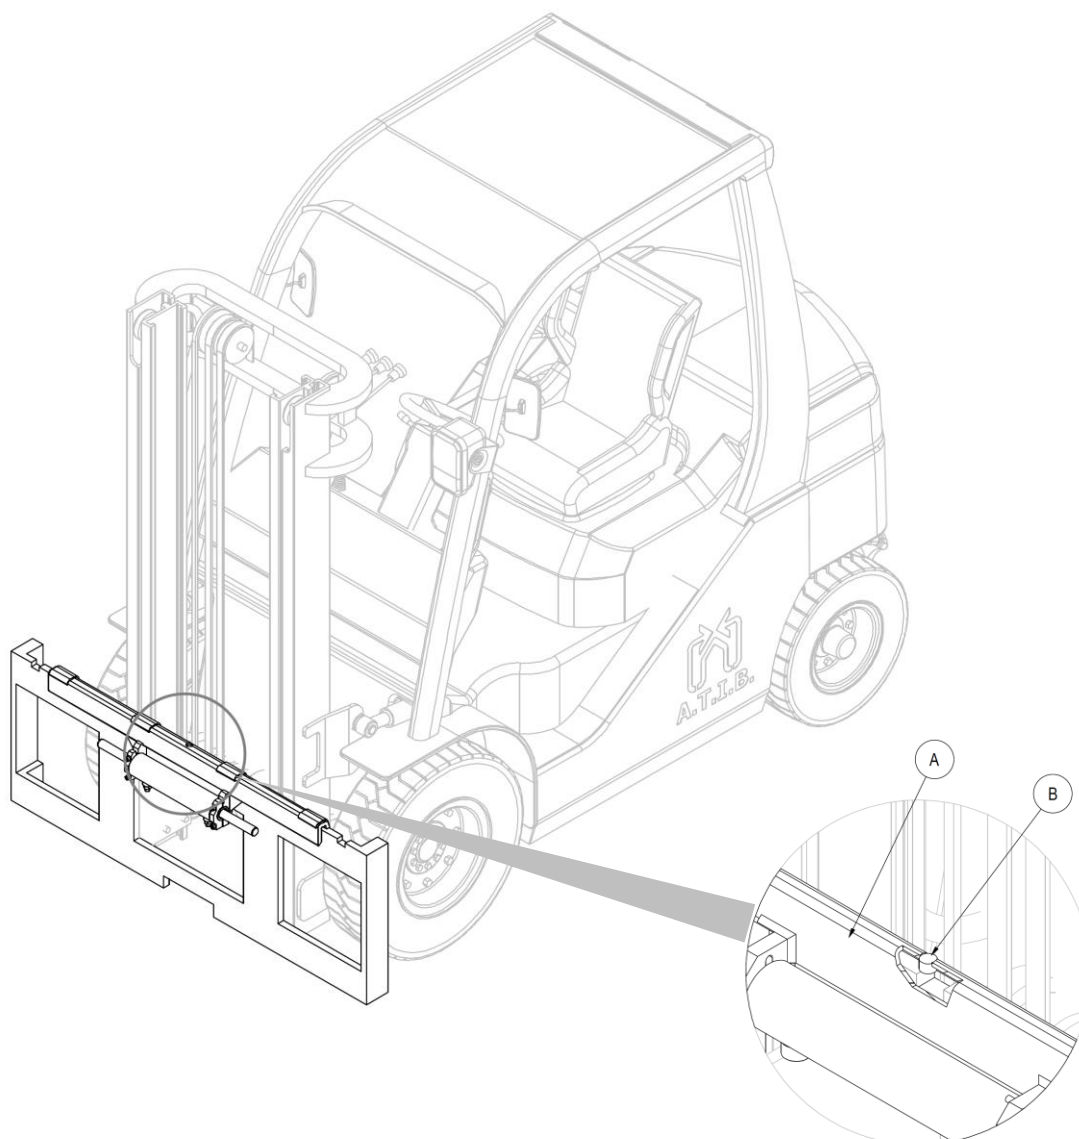

Figura 7
4. Tomar manualmente el doble gancho **A** (con el correspondiente cilindro) y posicionarlo sobre el perfil superior de la placa porta horquillas, cuidando de encajar el pivote de centrado **B** en la muesca central del mismo. (mira *Figura 7*).